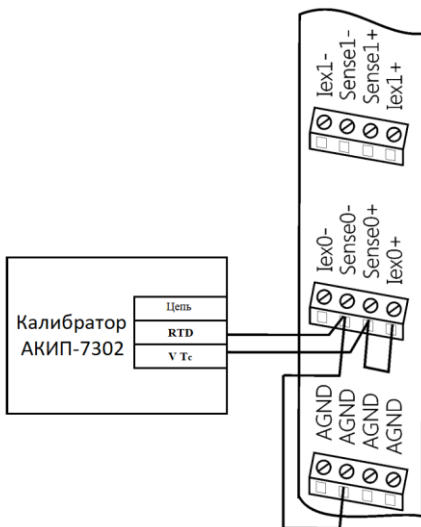
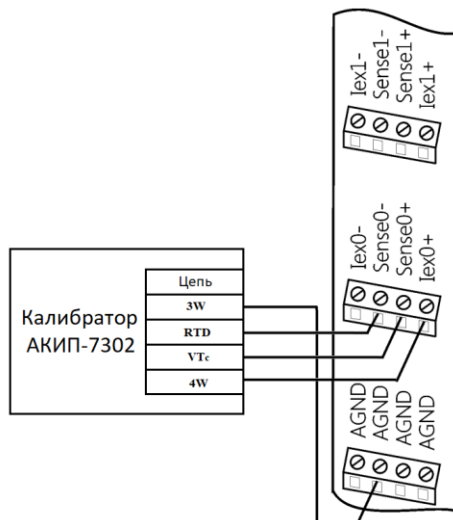

Рис. 5.2. Двухпроводная схема подключения калибратора к модулю NT-2RTD-2AO
Рис. 5.4. Четырехпроводная схема подключения калибратора к модулю NT-2RTD-2AO
- собрать необходимую схему подключения калибратора к калибруемому каналу модулю (рис. 5.2 - рис. 5.4);